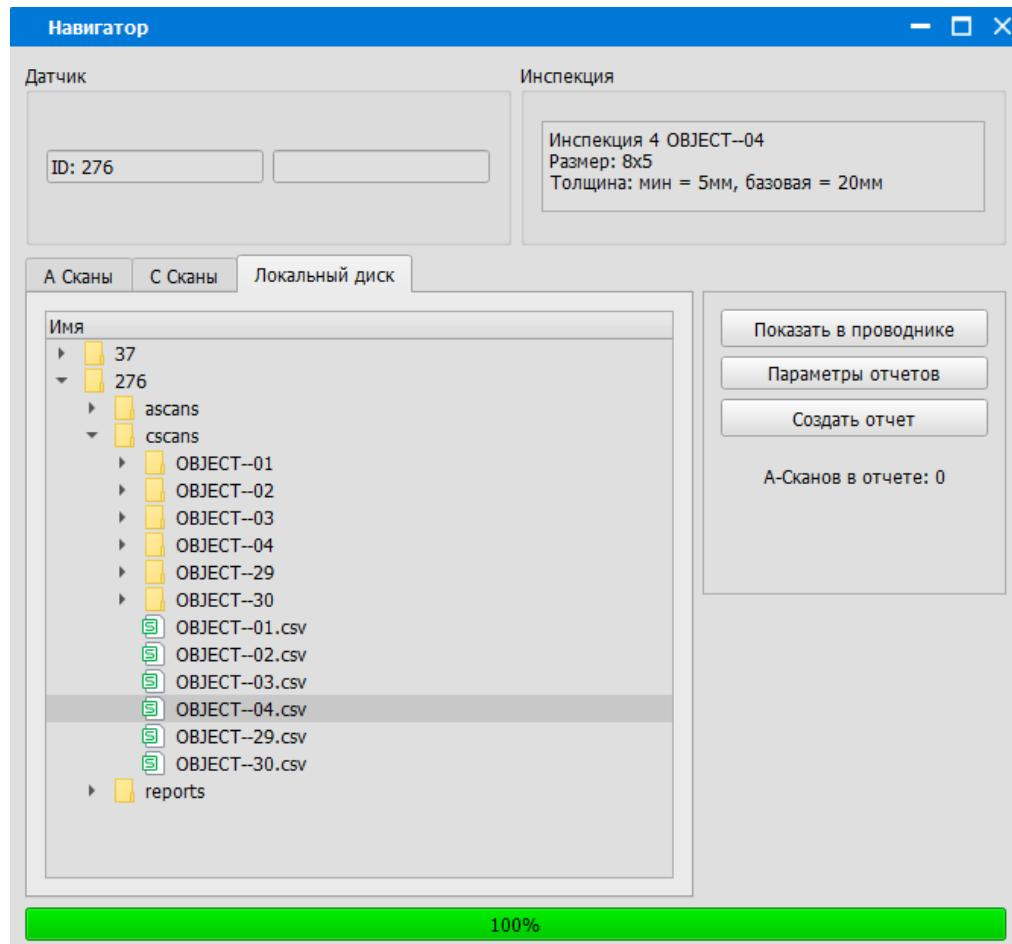

Рисунок 4.3 – Вкладка «Локальный диск» окна «Навигатор»
4.4.4 Нажать кнопку «Скачать выбранные». Дождаться окончания скачивания файлов: индикатор выполнения внизу окна «Навигатор» станет полностью зеленого цвета, и в нем отобразится надпись «100%» (Рисунок 4.3).
Файлы сохраняются в формате «csv» в папку «storage», которая расположена в папке с программой, и отображаются на вкладке «Локальный диск» окна «Навигатор» (Рисунок 4.3).
4.5.4 В открывшемся меню нажать «Delete». Дождаться окончания удаления файлов: индикатор выполнения внизу окна «Навигатор» станет заполнен полностью, и в нем отобразится надпись «100%» (Рисунок 4.3).
- отобразит отчеты на вкладке «Локальный диск» окна «Навигатор» (Рисунок 4.3);
4.8.8 При необходимости, сохранить А-скан в файл формата «csv» в папку «storage», расположенную в папке с программой, нажав кнопку «Экспорт CSV». Имя сохраненного файла отобразится под кнопкой «Экспорт CSV», сохраненный файл отобразится на вкладке «Локальный диск» окна «Навигатор» (Рисунок 4.3).